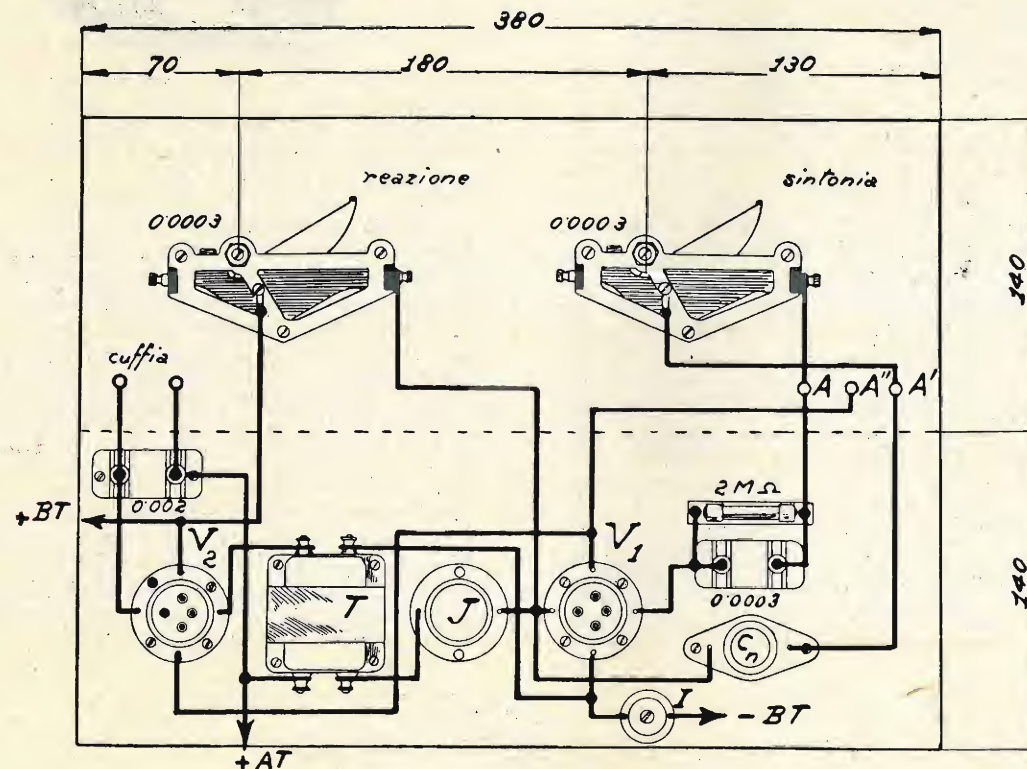

Fig. 2 - Schema costruttivo del ricevitore.
La cassetta è divisa in quattro compartimenti (figura 3) di cui uno (A) serve per il ricevitore il cui schema costruttivo è visibile a fig. 2, un altro (C) per la batteria anodica, un terzo (B) per la batteria di accensione e un quarto (D) per la cuffia. Per la ricezione occorre dunque solo estrarre e inserire la cuffia, accendere le valvole mediante l'interruttore I e regolare i due condensatori variabili.